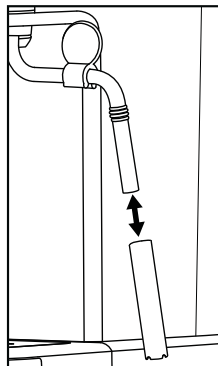

Figure 1
- 5) Retirez la gaine du mouseur à lait **10** (figure 1) et la nettoyer soigneusement à l'eau chaude.
- 7) Glissez à nouveau la gaine sur la buse (figure 1).